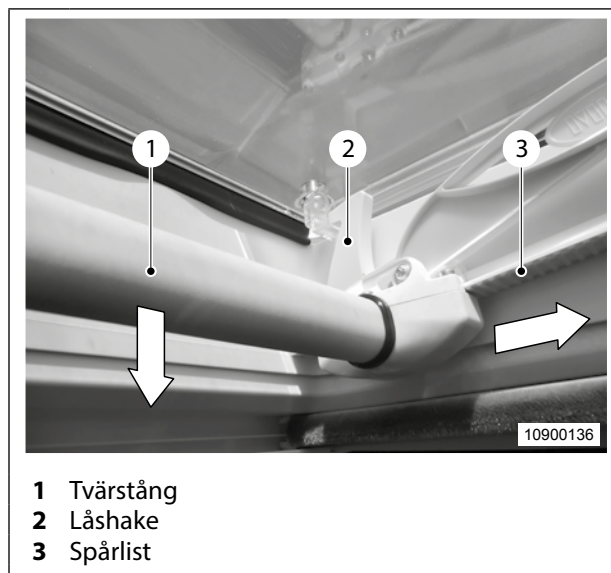

Fig. 17 Öppna/stänga takluckan
1. Ta tag i tvärstångens (Fig. 17, pos. 1) mitt och dra ner den.
2. Förskjut takluckan med tvärstången (Fig. 17, pos. 1) nerdragen tills önskad öppningsvinkel har uppnåtts.
3. Släpp tvärstången (Fig. 17, pos. 1).
Uppställningsmekanismen låses i spårlisten (Fig. 17, pos. 3) och takluckan stannar i det öppnade läget.
2. Skjut takluckan åt motsatt håll med tvärstången (Fig. 17, pos. 1) nerdragen tills takluckan är helt stängd.
När ändläget uppnås regleras takluckan automatiskt genom att låshakarna (Fig. 17, pos. 2) går i låsläge.